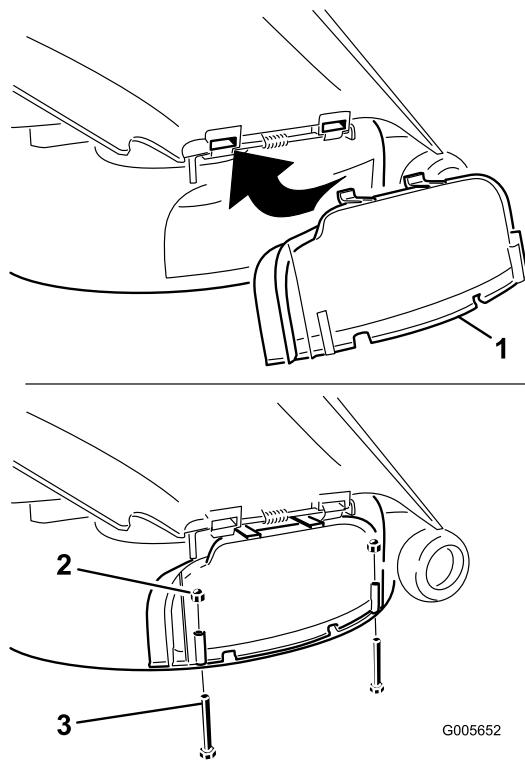

Figura 20
4. Fissate il coperchio dello scarico sul bordo inferiore del tosaerba con due bulloni (1/4 x 2-1/2 pollici) e due dadi (1/4 pollice) come indicato nella Figura 20.
3. Sollevate il deflettore d'erba e fate scorrere le linguette sopra il coperchio dello scarico sotto l'asta di ritenuta del deflettore d'erba. Ruotate il coperchio dello scarico verso il basso sull'apertura e sul bordo inferiore del tosaerba (Figura 20).